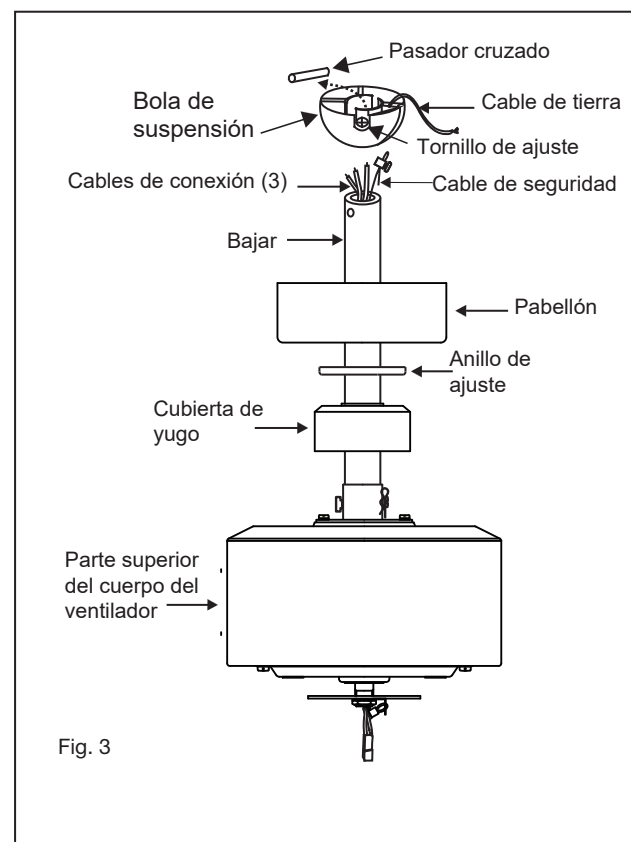

Fig. 3
- 3 Asegure el soporte de suspensión a la placa del soporte de suspensión usando las dos tuercas hexagonales y arandelas provistas, asegúrese de que las tuercas estén apretadas. (Fig. 3)
- 1 Deslice la cubierta del yugo, el anillo de ajuste y la capota sobre la varilla. (Fig. 3)
- 1 Quite uno de los tres tornillos de la placa adaptadora ubicada en el motor del ventilador. Afloje los otros 2 tornillos. (No quitar) (Fig.3)
- 2 Mientras sostiene el conjunto de LED debajo de su ventilador, haga las conexiones de enchufe polarizadas: (Fig.3)
- 1 Retire la placa de pared existente y el interruptor antiguo de la caja de salida de pared. (Fig. 3)